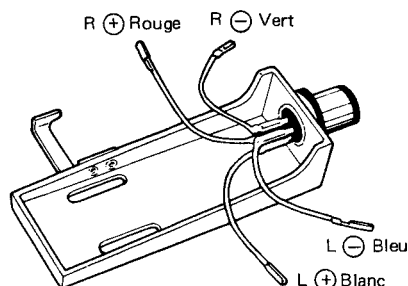

Fig. 9
- (1) Fixer la cellule phonolectrice sur la coquille à l'aide des vis de fixation de cellule.
- (2) Les polarités et les canaux L et R de la coquille de phonolecteur sont indiqués sur la Fig. 9. Les connexions doivent être faites en fonction de l'indication de borne de la cellule phonolectrice.